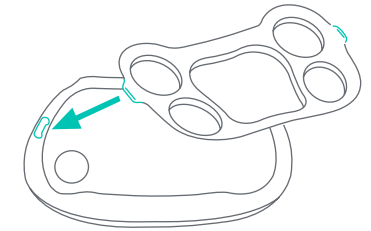

Fig. 11a
11) • El accesorio de la bandeja de alimentos apta para lavavajillas se encaja en la bandeja de la silla alta y se sostiene en su lugar mediante lengüetas en los costados de la bandeja. Al instalar el accesorio de la bandeja, asegúrese de que quede encajado en su lugar para que el niño no pueda retirarlo. Para retirar el accesorio, destrabe las lengüetas de la bandeja (Fig 11a).